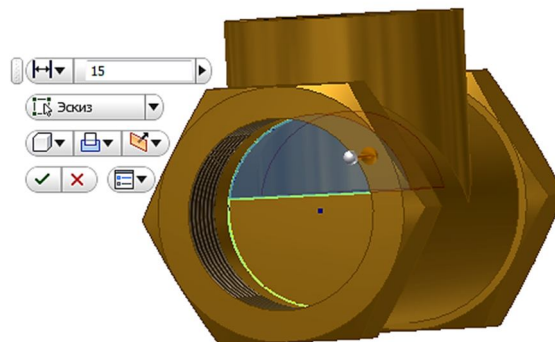

Рис. 1.32.
27. Нажмите кнопку «Принять эскиз» (рис. 1.32.).